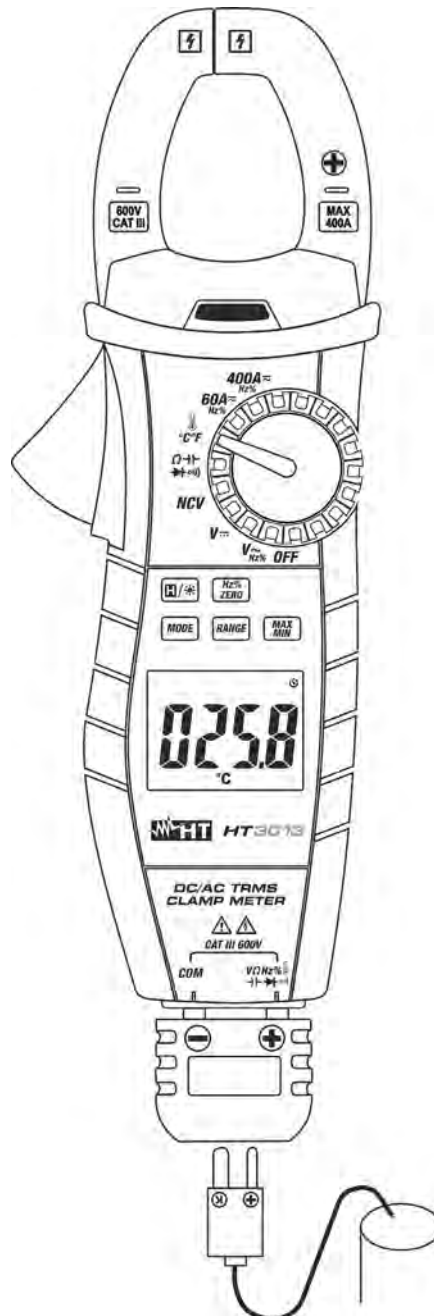

Abb. 10: Verwendung der Zange für Temperaturmessung
3. Verbinden Sie den mitgelieferten K-Typ Drahtfühler mit der $\text{V}\Omega\text{Hz}\% \rightarrow \text{H} \rightarrow \text{H} \rightarrow \text{H}$ und **COM** Eingangsbuchse mithilfe des entsprechenden Adapter. Achten Sie dabei auf die Polarität, die in Abb. 10 angegeben ist. Der Temperaturwert erscheint auf dem Display.